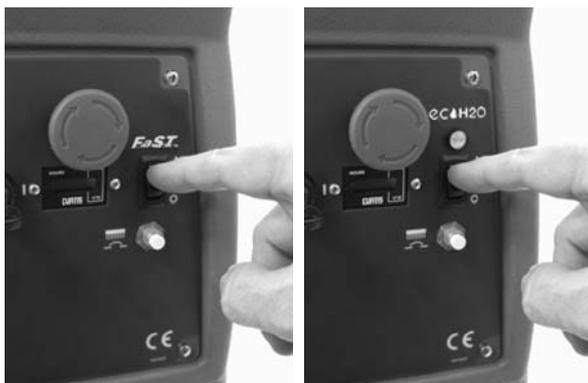

FIG. 14
3. **FaST-Modell:** Schalten Sie zum Schaumschrubben den FaST-Systemschalter in die An-Stellung (I) (Abbildung 14).
ec-H2O-Modell: Drehen Sie den ec-H2O Zündschlüssel in die (I) -Stellung. (Abbildung 14).